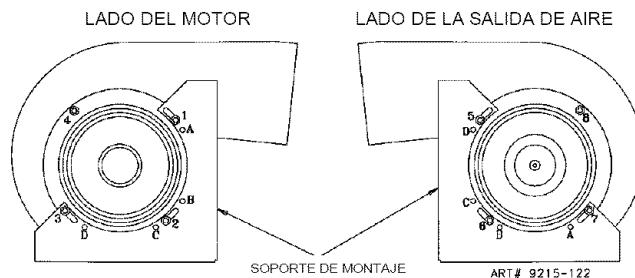

Figura 16
**NOTA:** Los soportes de montaje que se muestran en la figura 16 son como se ensamblan en la fábrica para ventilación lateral o para pared posterior.